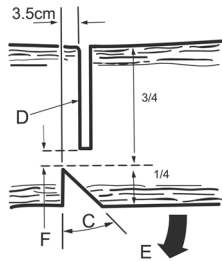

FIG. 1
Normalmente la tala consiste en dos cortes principales, la incisión (C Fig. 1) y el corte verdadero (D Fig. 1), necesario para la caída de la rama.
- Inicie con la incisión inferior (C) en el lado de la rama que mira la dirección de la caída (E).
- La profundidad de la incisión (F) debe ser igual aproximadamente a $\frac{1}{4}$ del diámetro del tronco.
- Después de la incisión realice el corte verdadero (D) del otro lado de la rama 3-5 cm arriba de la altura de la incisión (Fig. 1).